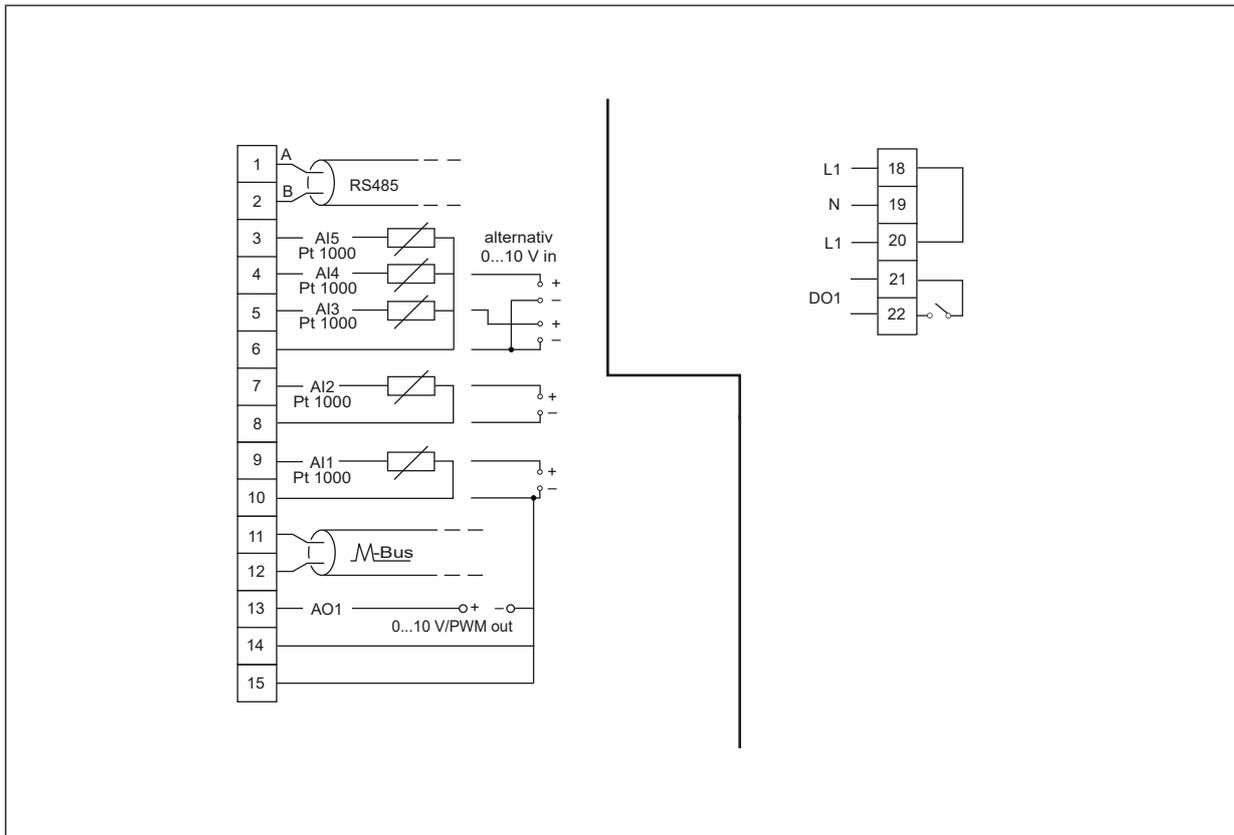

Bild 5: Elektrischer Anschluss · Typ 5656
- ⇒ Anschlussbelegung beachten (vgl. Bild 5).